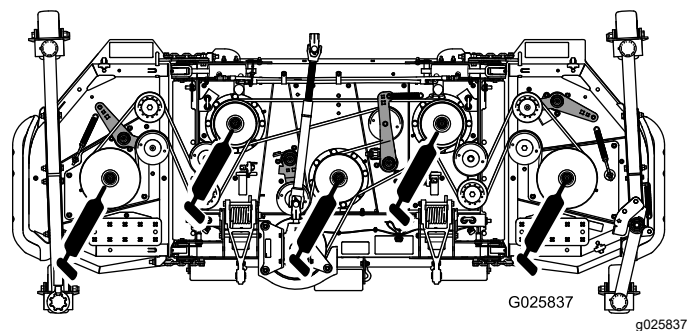

Figura 21
- Rolamentos do eixo (5) (Figura 21)